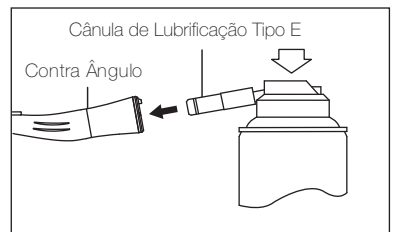

Fig.10
- 3) Introduza a cânula de lubrificação na parte posterior do contra ângulo. Segure na peça de mão e lubrifique durante aproximadamente 2 a 3 segundos. Aplique lubrificante até sair pela parte anterior do contra ângulo durante pelo menos 2 segundos. (Fig.10)
- 3) Lubrifique o contra ângulo com NSK PANA SPRAY Plus (Fig.10) ou Care3 Plus.